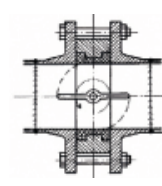

Abb. 5
5. Die Absperrklappe zentriert ausrichten und 4 Flanschverschraubungen leicht anziehen (s. Abb. 5).
7. Durch einen kompletten Öffnungs- und Schließvorgang die ordnungsgemäße Funktion überprüfen (s. Abb. 5).